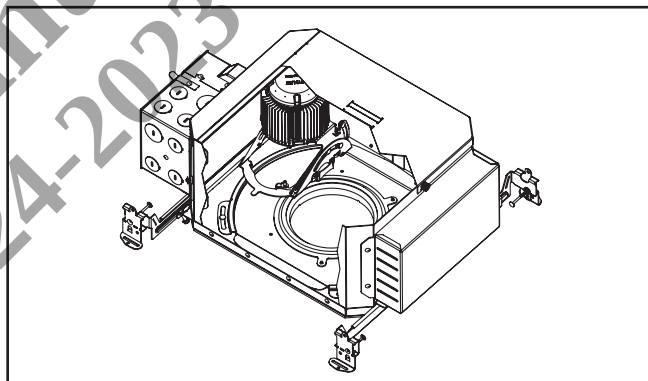

Figure 24.
6. Placez le mécanisme à DEL à côté (Figure 24.) ou retirez-le du boîtier si nécessaire. Afin de passer par le collier du boîtier, le mécanisme doit être ajusté selon une inclinaison de 45 degrés.